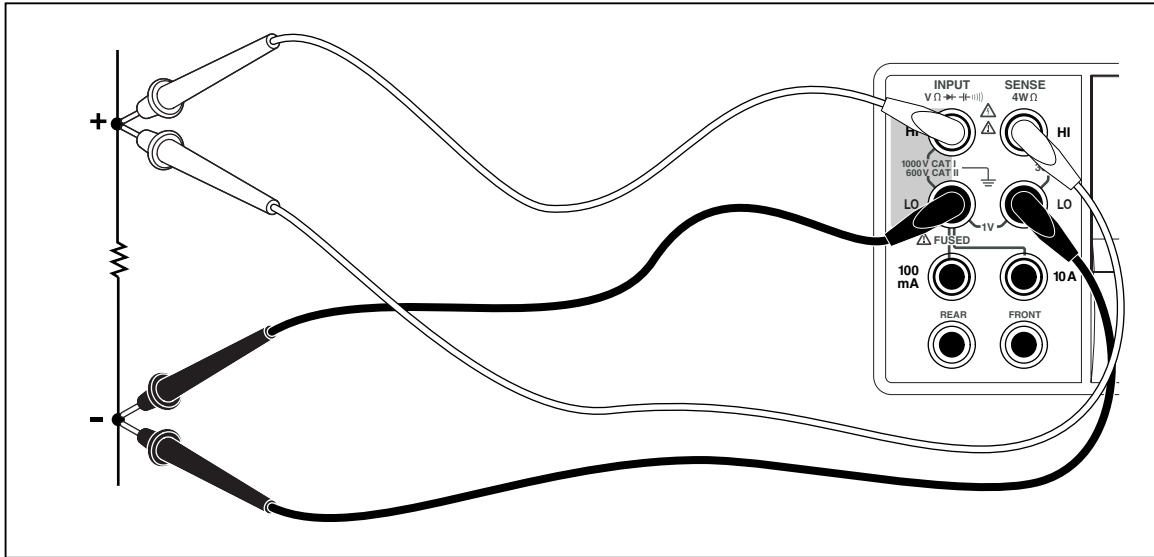

图 4-2. 四线电阻测量的输入连接
1. 如图4-2所示，将测试线连接到数字多用表的输入连接端。